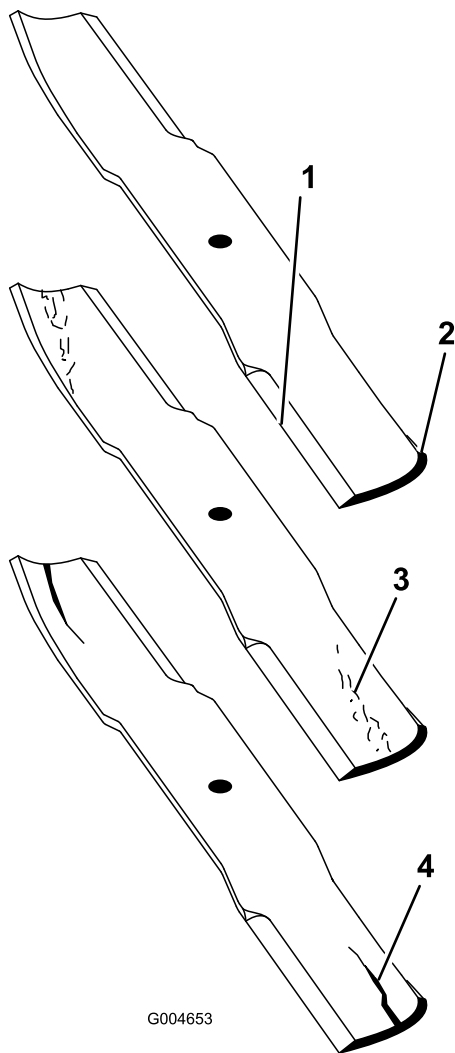

Bild 72
1. Untersuchen Sie die Schnittkanten (Bild 72). Entfernen und schärfen Sie die Messer, wenn die Schnittkanten nicht scharf sind oder Auskerbungen aufweisen. Siehe „Schärfen der Messer“.
2. Prüfen Sie die Schnittmesser, insbesondere den gebogenen Bereich (Bild 72). Wenn Sie Schäden, Verschleiß oder Rillenbildung in diesem Bereich feststellen (Bild 72), sollten Sie sofort ein neues Schnittmesser einbauen.